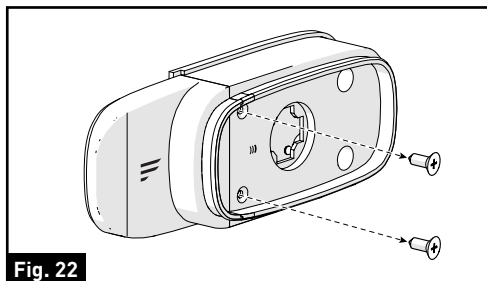

Fig. 22
3. Retire los dos tornillos que sujetan la parte decorativa con un destornillador Phillips y déjelos a un lado. (Fig. 22)